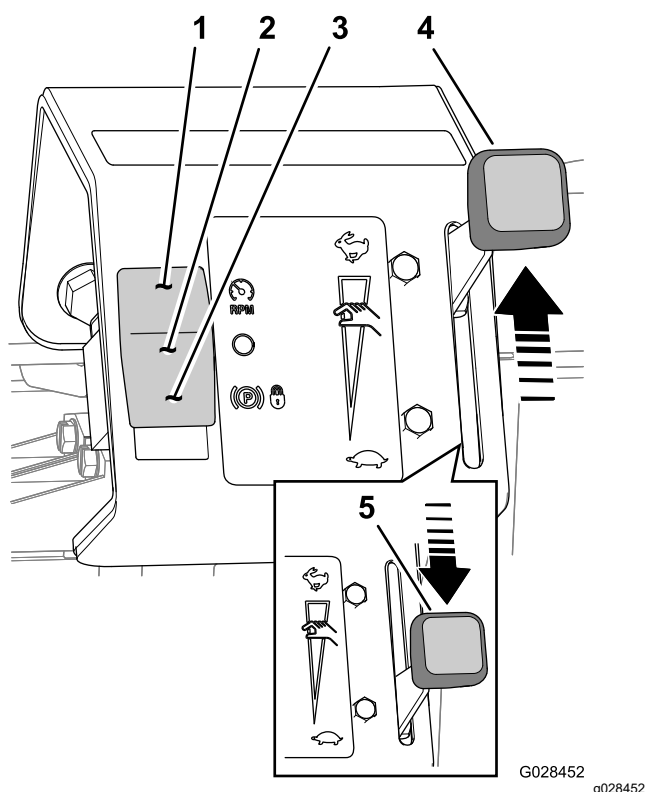

図 29
- ハンドスロットルを SLOW 位置に動かす 図 29。
- モードスイッチを下スロットルロック位置にセットする 図 29。
- ハンドスロットルを高速側に動かす 図 29。
- ハンドスロットルを 低速 位置に動かす 図 29。
- モードスイッチを上 OFF 位置にセットする 図 29。
- モードスイッチを上 走行速度リミット 位置にセットする 図 29。
- スロットルペダルを踏み込んだ状態で、ハンドスロットルを高速 側に動かす 図 29。